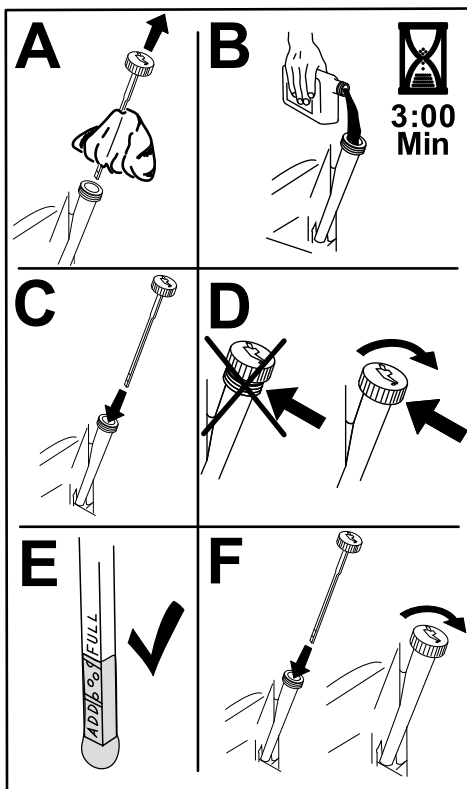

Рисунок 44
6. Медленно залейте приблизительно 80% объема масла указанного типа в заливную горловину и затем медленно добавляйте масло, чтобы довести его уровень до отметки **Полный** (Рисунок 44).